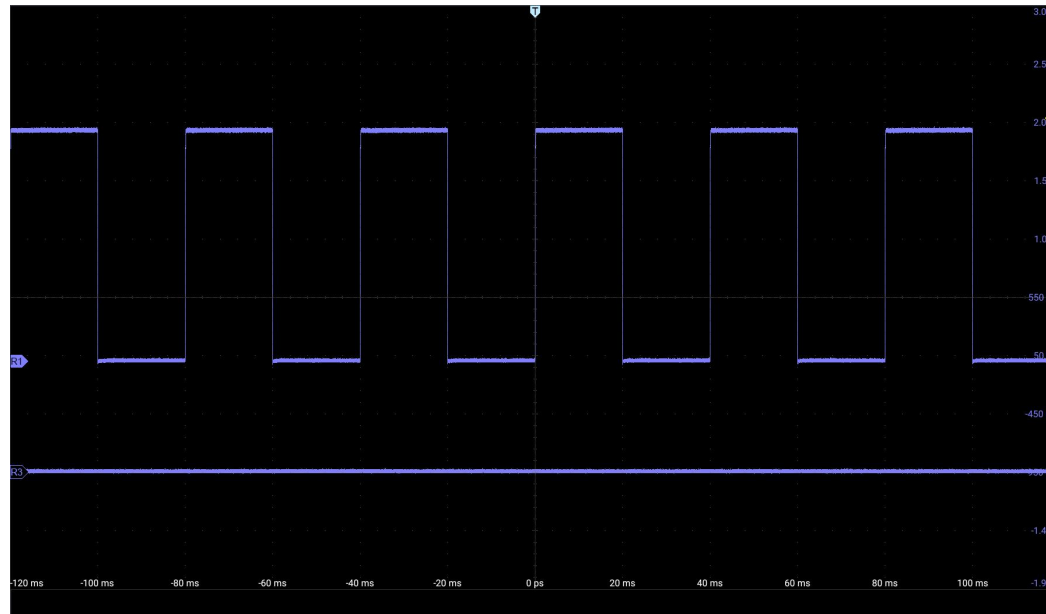

图 9-7 当前参考通道
- 3) 点击需要调用的参考波形文件名，该文件载入到 R1 通道，此时 R1 通道打开为当前通道波形，且参考波形通道零点图标  也不再空心显示。如图 9-7 所示，图中 R1 参考波形为当前参考通道。